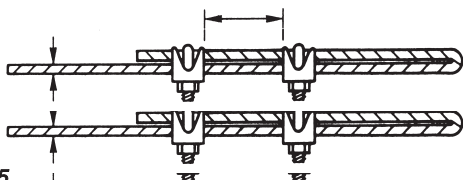

Figure 5
5. Ce ventilateur est équipé d'un câble de soutien de secours nécessaire. Il peut être fixé à la structure de poutre et accroché solidement d'une façon telle qu'il puisse supporter le poids du ventilateur dans l'éventualité où le crochet de fixation ou une autre partie casse. Après avoir enroulé le câble autour d'une partie de structure pouvant supporter 137 kg, fixez ce câble avec les serre-câbles fournis comme illustré en Figure 5 (**REMARQUE :** Tout matériel additionnel nécessaire pour des installations spécifiques peut être acheté chez votre distributeur local).
**IMPORTANT CONSEIL :** Il est important de remarquer la bonne position d'installation des serre-câbles comme illustré en Figure 5. Pour obtenir la meilleure force de maintien, installez la section étrier de l'attache en fin de câble ou sur sa petite partie, en chevauchant le grand morceau du câble. Une installation incorrecte réduit l'efficacité du raccordement jusqu'à 40%.